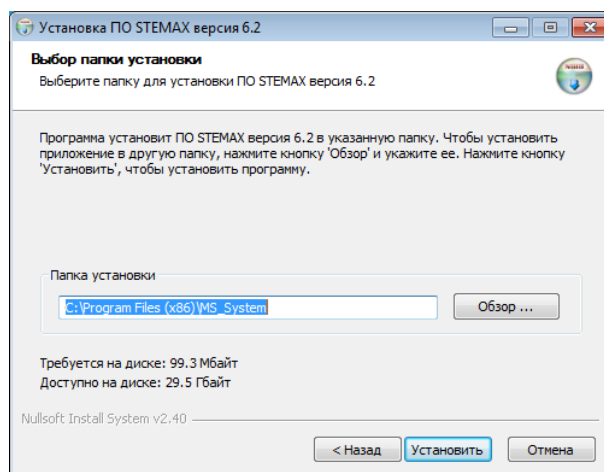

Рисунок 7.2 — Выбор папки для установки ПО STEMAX
3. В окне *Выбор папки установки* укажите папку, в которую будет установлено ПО STEMAX (по умолчанию C:\Program Files (x86)\MS_System), и нажмите кнопку *Установить* (см. рисунок 7.2).